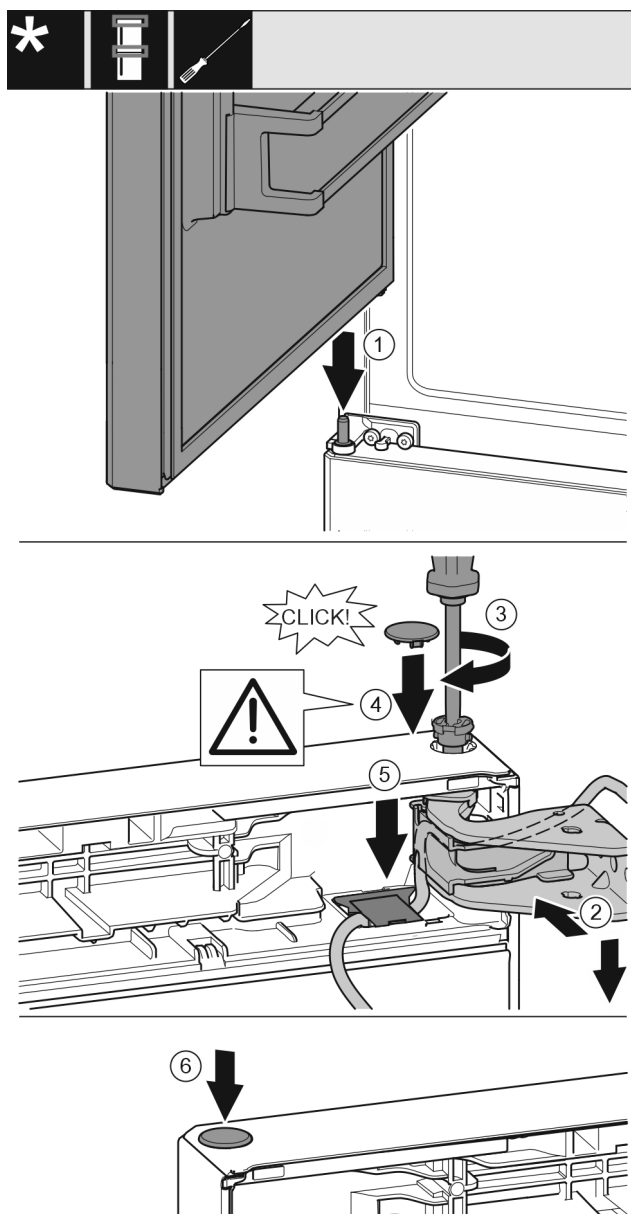

Fig. 42
- Colocar la puerta superior sobre los pernos de apoyo centrales. Fig. 42 (1)
- Orientar la parte superior de la puerta respecto a la apertura del soporte de apoyo. Fig. 42 (2)
- Introducir los pernos y apretar con el destornillador T15. Fig. 42 (3)
- Montar la cubierta del seguro para asegurar la puerta: Introducir la cubierta del seguro y comprobar que descansa sobre la puerta. De lo contrario, introducir por completo los pernos. Fig. 42 (4)
- Volver a colocar la cubierta y presionar hacia abajo hasta que quede encajada. Fig. 42 (5)
- Introducir los tapones. Fig. 42 (6)